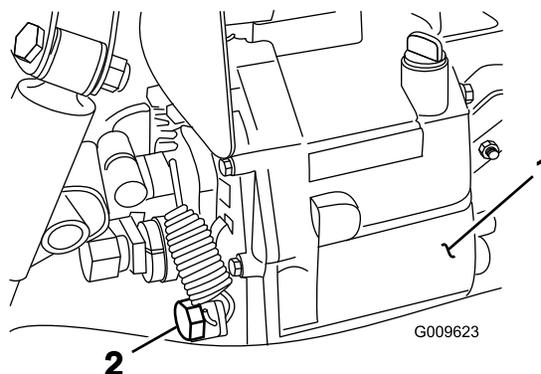

Рисунок 70
2. Снимите сливную пробку с боковой стороны резервуара и дайте гидравлической жидкости стечь в сливной поддон (Рисунок 70).